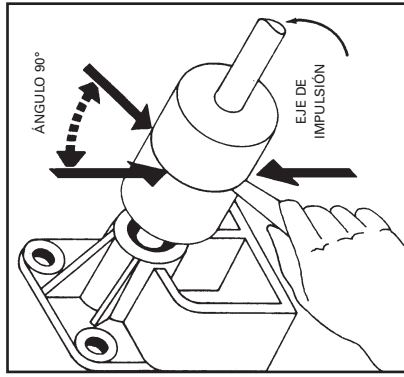

FIGURA 6
8. Para evitar la falta de alineación angular, inserte un dispositivo de medición (medidor de conicidad o lámina calibradora) entre las caras de acoplamiento, en cuatro puntos separados 90° (observe las flechas en la figura 6); mida la brecha en cada uno de los cuatro puntos. Si la alineación es correcta todas las cuatro medidas deben ser idénticas. Es posible que se requiera volver a espaciar los elementos para lograr esta alineación.